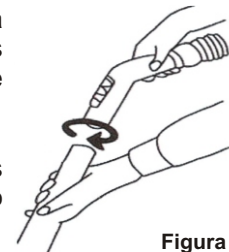

Figura 3
De acordo com a figura 3, posicione o lado que contem a bolsa do tubo prolongador(2) na extremidade da mangueira(4), faça movimentos circulares forçando a sua entrada para o encaixe completo.